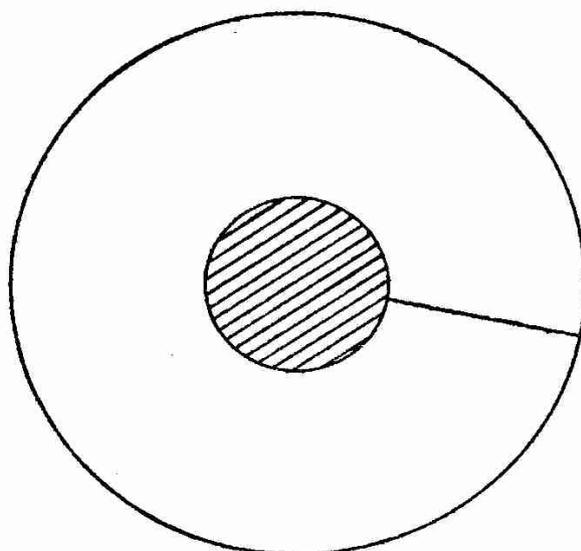

Fig. 3
Le bobinage du fil sur la carcasse nécessite quelques précautions d'isolement ; le noyau 1 est d'abord recouvert de deux tours de papier fort, puis les pièces 2 et 8 sont également recouvertes de papier découpé en forme d'anneau, comme indiqué sur la figure 3 ; ces revêtements de papier sont collés à l'aide de vernis à la gomme laque, à la bakélite ou autre. Les entrée et sortie de fil se font sous tube souplisso, elles passent dans des trous de 5 millimètres percés, l'un au ras du noyau (1), l'autre à 12 ou 13 millimètres du bord extérieur de la pièce (2) et aboutissant à des bornes vissées sur une plaquette d'ébonite vissée sur la plaque 2. Si l'on a prévu une coupure au milieu du bobinage, les deux portions en sont séparées par deux tours de papier ; les entrée et sortie de ce fil se font toujours sous tube souplisso par un trou de 10 millimètres unique, percé aux deux tiers environ de la hauteur du bobinage.